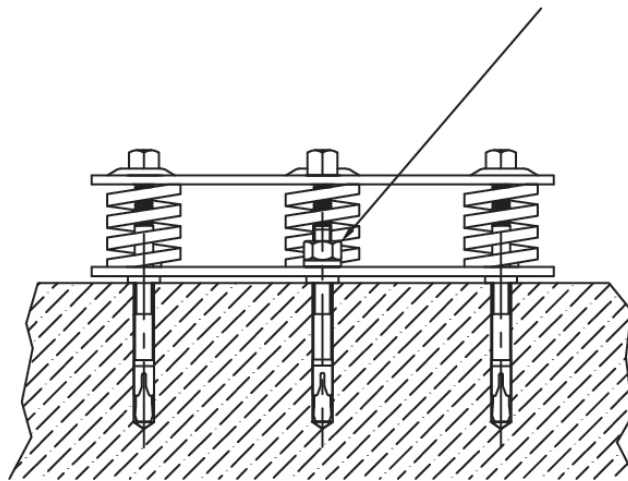

Fig. 7
6. Fije el zócalo con una llave de boca fija de 17 mm de ancho (fig. 7).